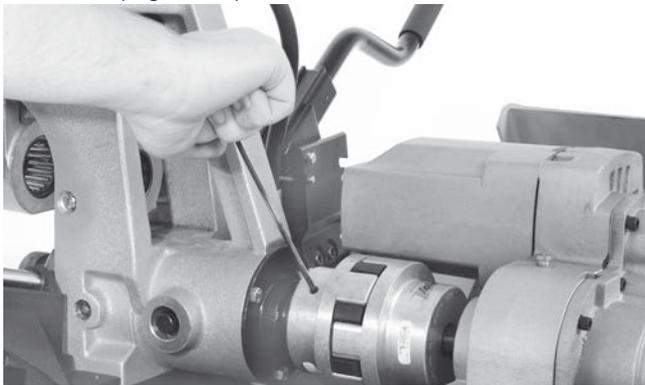

Figura 24 - Allentare le due viti sul giunto della trasmissione
1. Utilizzare una chiave esagonale da $3/16$ " per allentare le due viti sulla metà anteriore del giunto della trasmissione (Figura 24).
3. Utilizzare una chiave esagonale da $3/16$ " per allentare le due viti sulla metà anteriore del giunto della trasmissione (Figura 24).